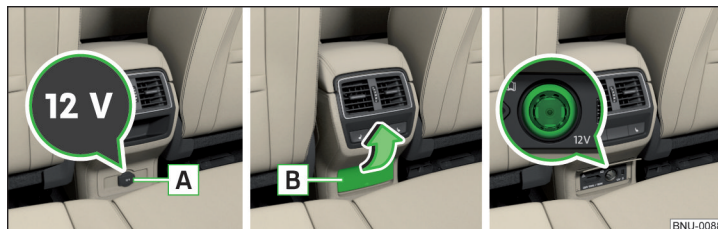

Fig. 122 Cubierta del enchufe de 12 voltios / Abrir la cubierta del enchufe de 12 voltios
- Para el uso, abrir la cubierta **A** y/o abrir la tapa **B** en el sentido de la flecha » fig. 122.